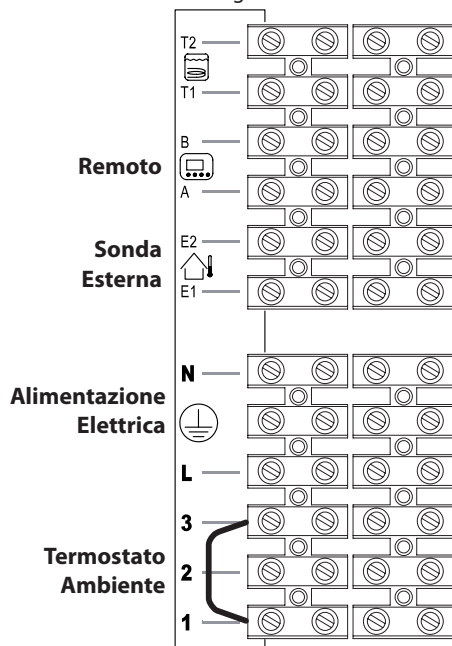

Figura 5.27
Per il collegamento del remoto servirsi dei morsetti indicati in Figura 5.27.
Per il collegamento della sonda esterna servirsi dei morsetti indicati in Figura 5.27.
**3" non va rimosso** Figura 5.27.